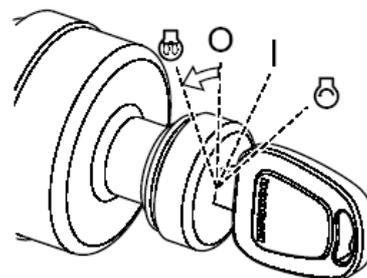

Рис. 8
4. Повернуть стартер в положение предварительного прогрева "⚡" (PREHEATING), (рис. 8). Когда цикл подогрева завершится, загорится индикатор завершения подогрева (1, рис. 9).